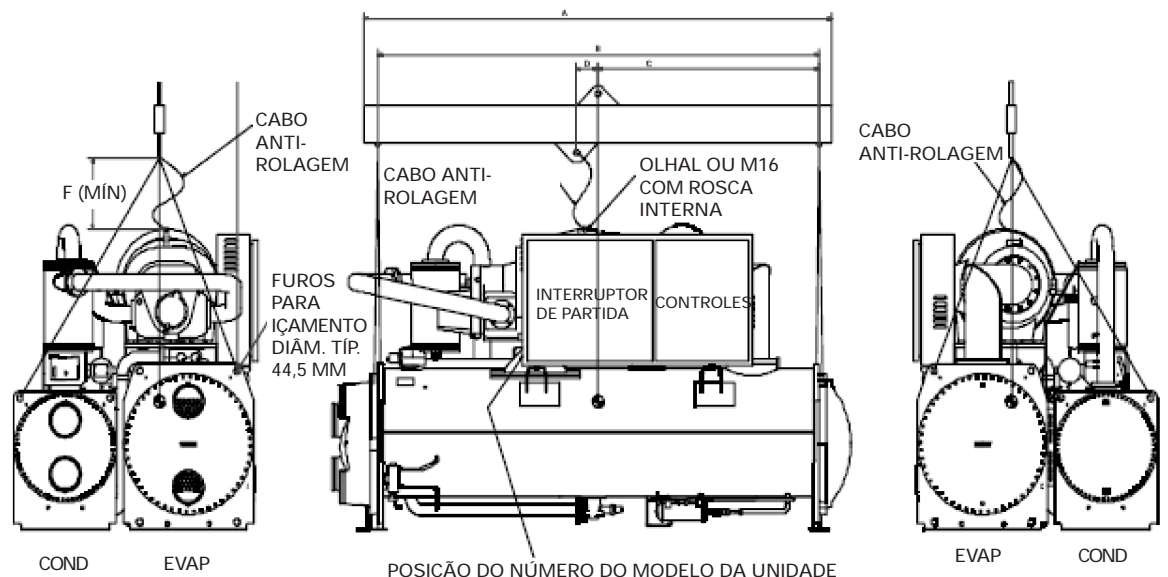

Figura 6 Içamento da unidade
2. Faça a amarração da unidade adequadamente e suspenda-a a partir de um ponto acima ou desloque a unidade por forças laterais (método alternativo de movimentação). Use os pontos mostrados no diagrama de amarração para manobras fornecido com a unidade, conforme mostra a Figura 6. Remova os suportes da base.
3. Instale conectores tipo mosquetão nos furos de içamento da unidade. Acople correias ou cabos aos mosquetões conforme mostra a Figura 6. Cada cabo individual deve ser suficientemente forte para içar o resfriador.
- Acople os cabos à viga de içamento. O peso total de içamento, a distribuição do peso de içamento e as dimensões da viga de içamento necessária são mostrados no diagrama de amarração para manobras fornecido com cada unidade e na Figura 6. A barra transversal da viga de içamento deve ser posicionada de modo que os cabos não encostem na tubulação da unidade ou no compartimento do painel elétrico.